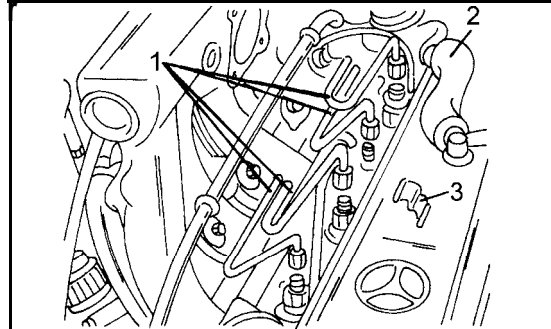

Bild 221
- Bei einem Motor 601.942 den Belüftungsschlauch (2) an der in Bild 221 gezeigten Stelle abschliessen (von der Leitung trennen).
- Die Schelle (3) in Bild 221 entfernen.